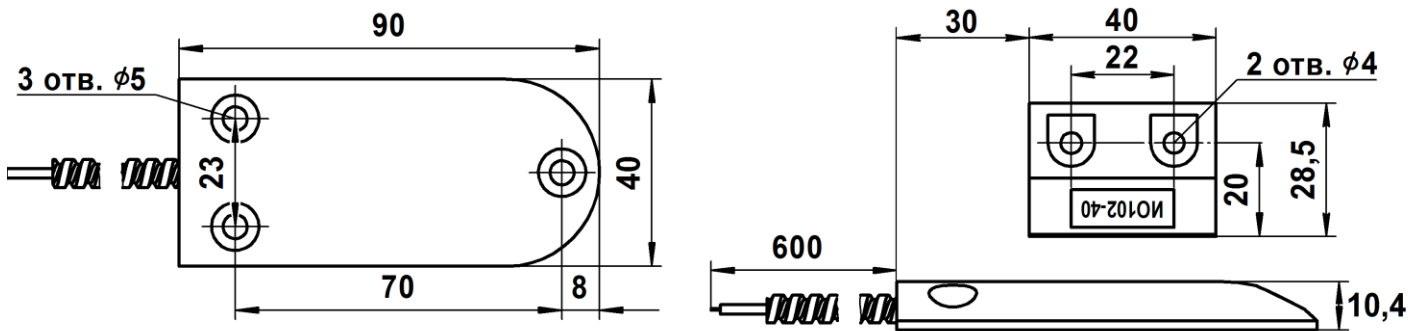

Рис.1
1.13 Расположение и диаметр крепежных отверстий ИО102-40 приведены на рис.1 и рис.2.